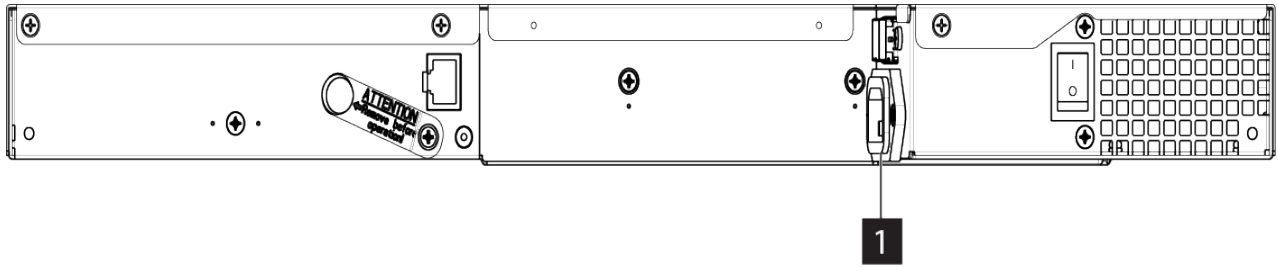

Figure 20. Connexion des cordons d'alimentation
1. Branchez une extrémité du cordon d'alimentation ou du cordon d'alimentation de l'unité PDU de l'armoire dans le connecteur d'alimentation (1 dans Figure 20, à la page 30) sur le panneau arrière de la bandothèque.